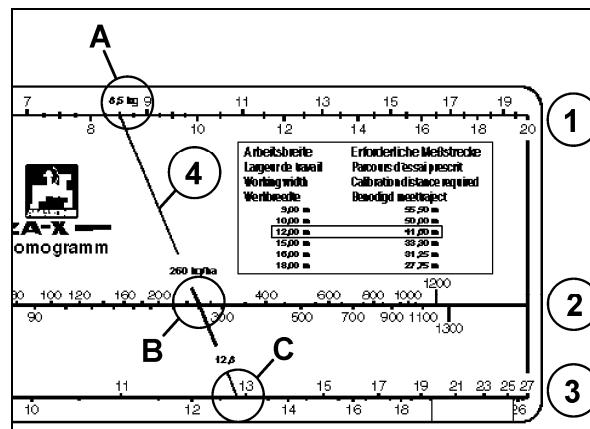

Fig. 68
7. For oppsamlet gjødselmengde (**8,5 kg**) finnes tallverdien (**A**) i den øverste skalaen (Fig. 68/1) og for ønsket spredemengde (**260 kg/ha**) tallverdien (**B**) på den midtre skalaen (Fig. 68/2).
8. Legg en rett forbindelseslinje (Fig. 68/4) mellom punktene **A** og **B**.
9. Forlengelsen av forbindelseslinjen vises på nederste skala (Fig. 68/3) tallverdien (**C**) for den påkrevde spjeldstillingen her **12,8**.